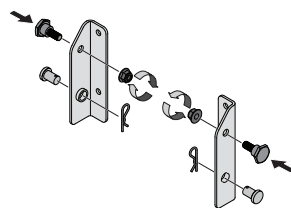

Figure 1
1. Si ce n'est pas déjà fait en usine, installer un boulon à épaulement du kit de montage de la série 700 (689-00086A) sur chaque support, en les fixant avec les écrous de blocage de bride également inclus dans le kit de matériel. Se référer à Figure 1.
2. Insérez les goupilles de chape de votre sur chaque support, les fixer aussi avec des goupilles fendues inclus dans le pack matériel. Se référer à Figure 1.